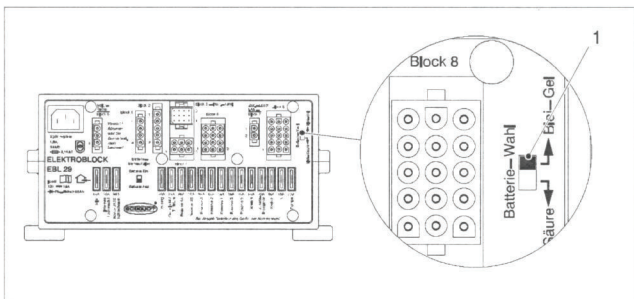

Bild 1 Batterie-Wahlschalter
- Den Batterie-Wahlschalter (Abb. 1, Pos. 1) mit einem dünnen Gegenstand (z. B. Kugelschreibermine) in die entsprechende Position bringen: